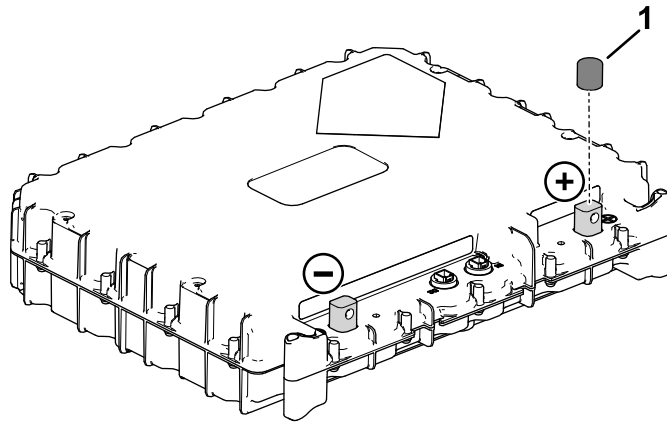

Figura 17
1. Togliete il tappo (Figura 17) dai morsetti positivi delle 2 batterie rimanenti.